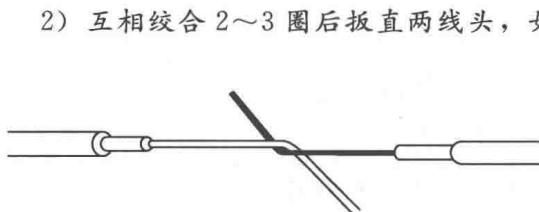

图 1-1-21 两导线芯线头成 X 形相交
1) 先将两导线芯线头成X形相交，如图 1-1-21 所示。